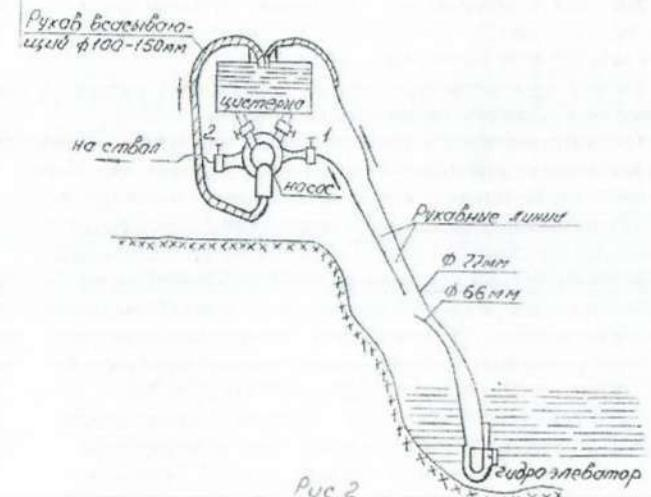

Рис. 2
которого в камеру поступает определенное количество воды через сетку 5 – эжектируемый расход. Подаваемая от насоса эжектируемая вода смешивается и из гидроэлеватора поступает в цистерну (рис. 2).
5.6. Произведите после сборки гидроэлеваторной системы (рис. 2) пуск ее в работу, для чего запустите насос аналогично его запуску при заборе воды из открытых водоемов.